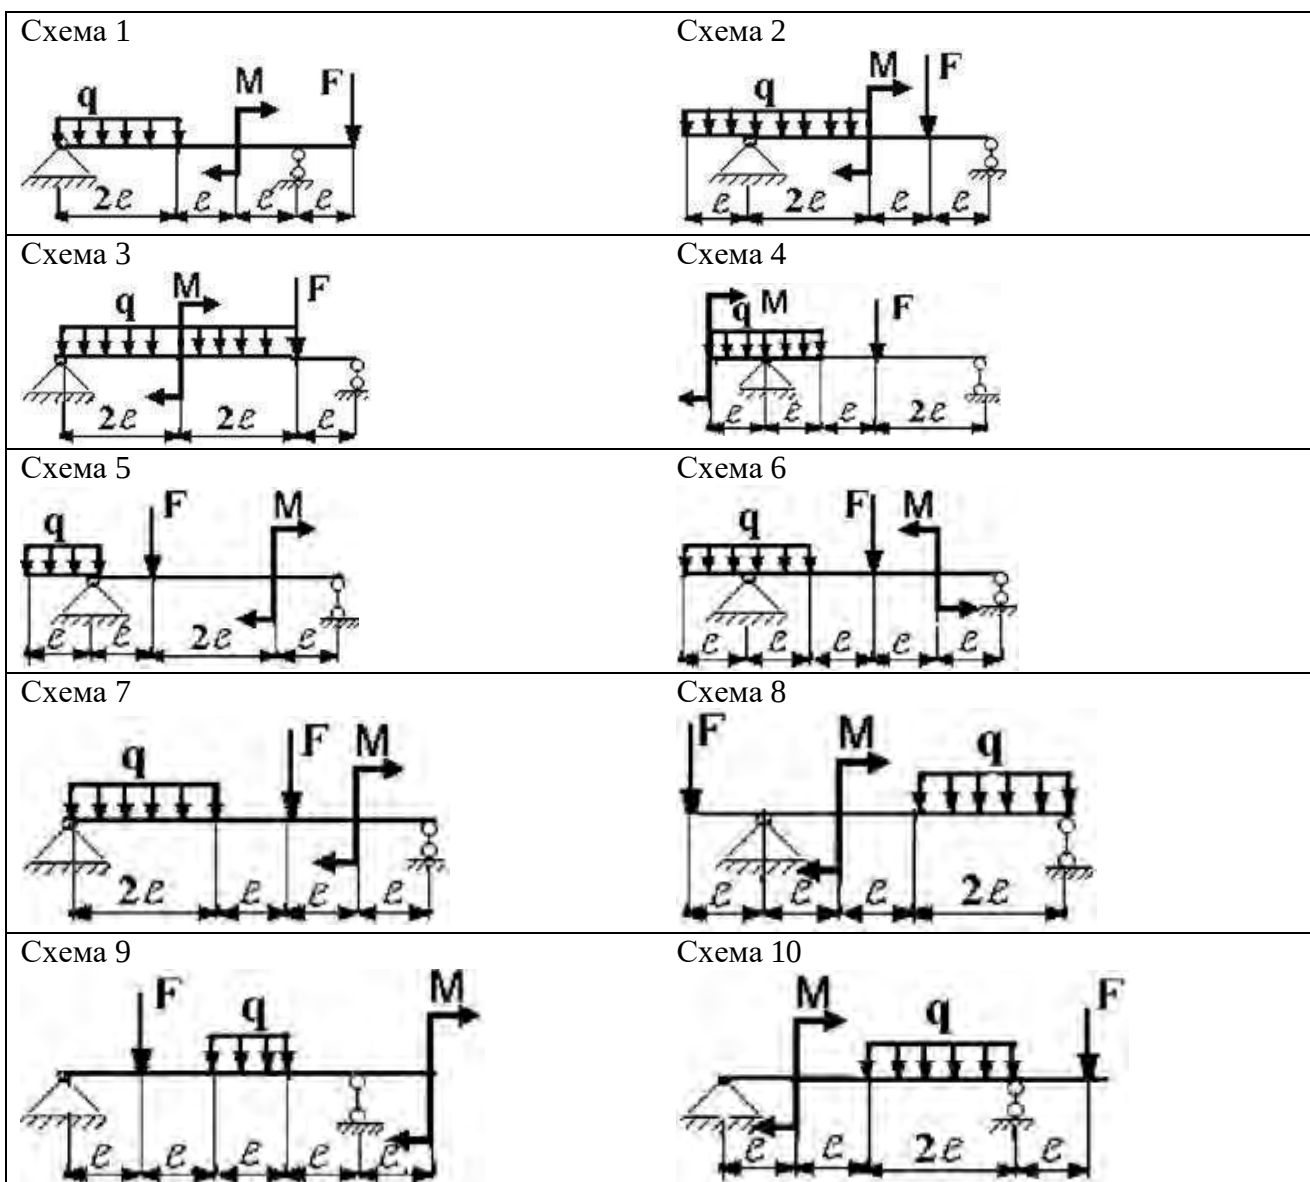

Рис. 12.1
**Задача 12.1.** Для заданной двухопорной балки (рис. 12.1) при указанных на схеме нагрузках и размерах требуется:
| Номер варианта | рис. по рис. 12.1 и 12.2 | $M$ , кН·м | $F$ , кН | $q$ , кН/м | $l$ , м | Номер варианта | рис. по рис. 12.1 и 12.2 | $M$ , кН·м | $F$ , кН | $q$ , кН/м | $l$ , м |